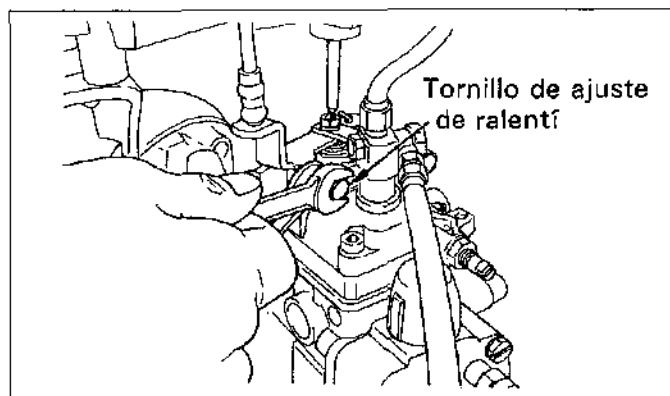

Figura.15-27 Ajuste del tornillo de ajuste de ralentí
(1) Con la palanca de ajuste libre pegado contra el tornillo de ajuste de ralentí, mediante el resorte de retorno de la palanca de ajuste, ajuste el suministro de combustible al valor especificado con el tornillo de ajuste de ralentí. (Vea la figura.15-27)